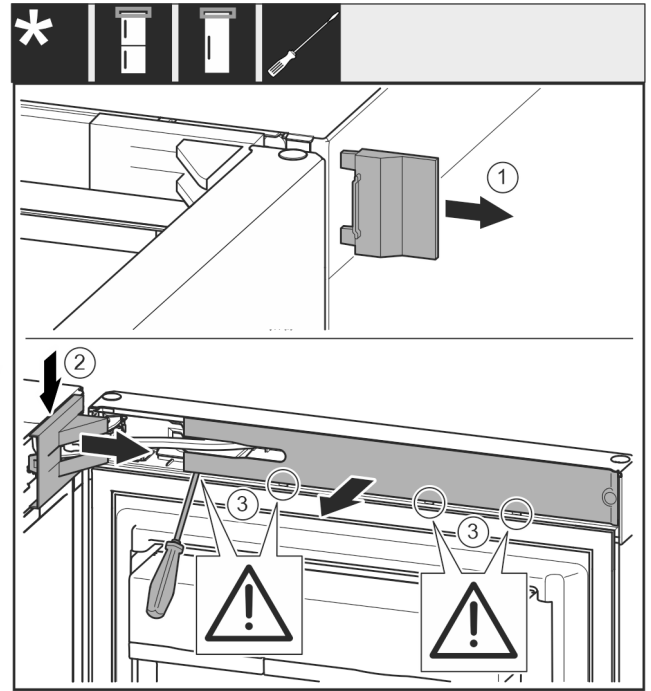

Fig. 7
- ▶ Skinite vanjski pokrov. Fig. 7 (1)
- ▶ Otkopčajte i otpustite pokrov podloška ležaja. Skinite pokrov podloška ležaja. Fig. 7 (2)
- ▶ Ravnim odvijačem otkopčajte masku i zakrenite je u stranu. Fig. 7 (3)